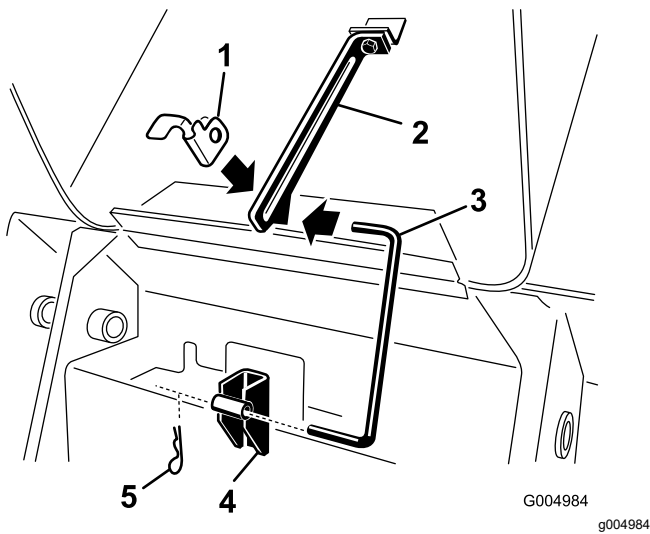

Figura 41
4. Puxe o perno de gancho da extremidade inferior da barra de apoio do capô e deslize a barra de apoio para fora dos suportes de retenção e da aba da barra de apoio (Figura 41).
8. Instale a barra de apoio nos suportes de retenção e na aba da barra de apoio e prenda-a com o perno de gancho (Figura 41).